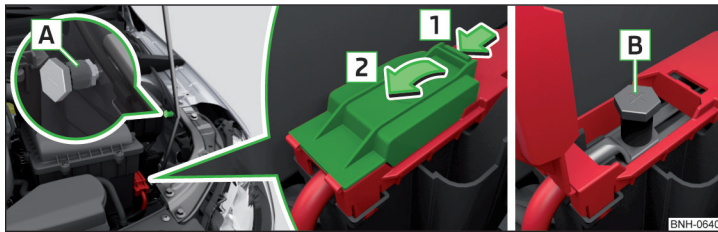

Abb. 251 Massepunkt und Pluspol bei Fahrzeugen mit der Fahrzeugbatterie im Gepäckraum
Der Pluspol **B** befindet sich unter einer Abdeckung im Motorraum » Abb. 251.
- Die Pluspolklemme des Starthilfekabels an der Position **B** » Abb. 251 an-klemmen.